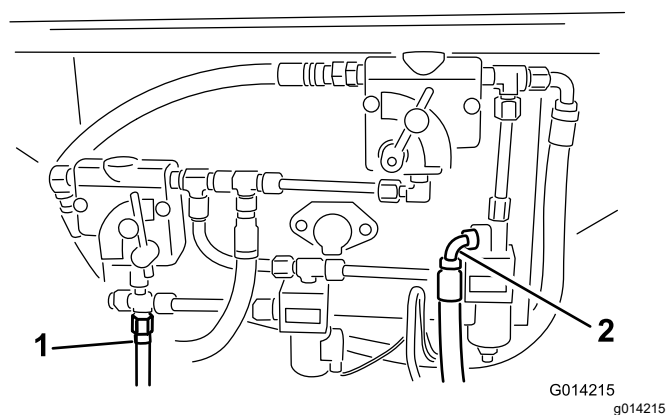
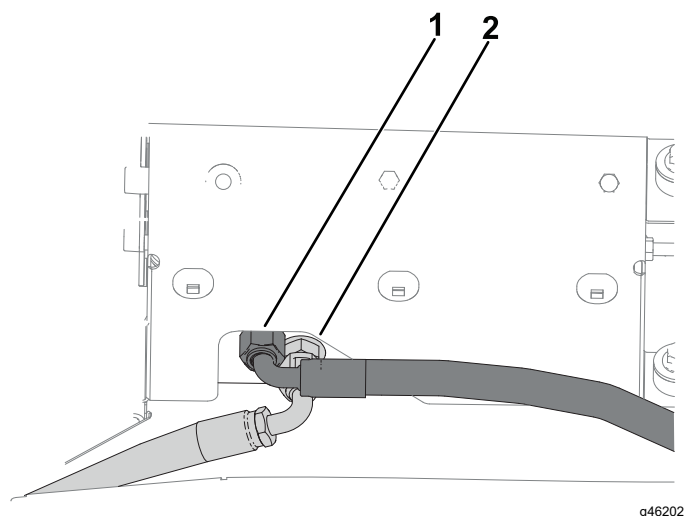
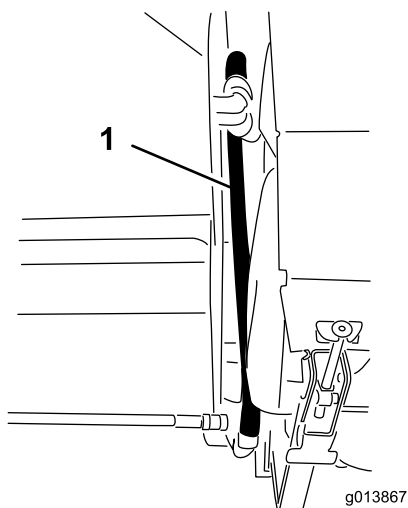
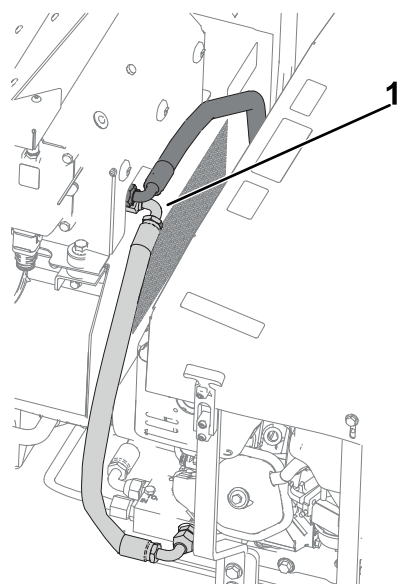

Figure 14
Figure 15
Figure 16
Figure 17
11. Identifiez les raccords de retour et de pression sur le modèle de base de la machine. Reportez-vous à la Figure 14 pour les versions SH et à la Figure 15 pour les versions EH.
12. Si des flexibles de pression et de retour sont installés aux emplacements indiqués à la Figure 14 et la Figure 15, enlevez-les.
13. Branchez les flexibles hydrauliques au panneau de commande hydraulique. Reportez-vous à la Figure 14 et la Figure 16 pour les versions SH et à la Figure 15 et la Figure 17 pour les versions EH.